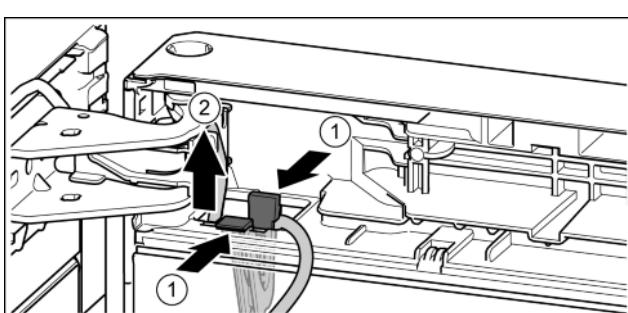

Fig. 25
- Притисніть накладку. Fig. 25 (1)
- Витягніть тимач кабелю із зафікованим в ньому кабелем. Fig. 25 (2)